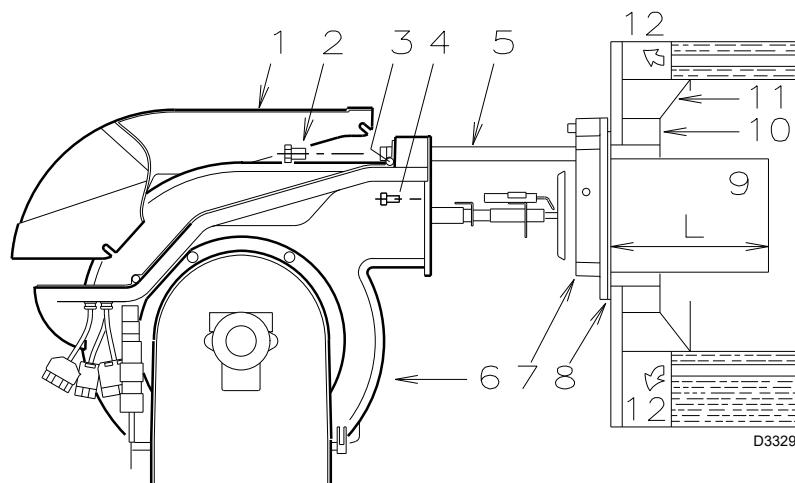

Fig. 7
Para as caldeiras com a frente refrigerada por água, não é necessário o revestimento refratário 10)-11)(Fig. 7), excepto se o fabricante da caldeira assim o indicar.
Fixar a flange 7)(Fig. 7) à placa da caldeira, intercalando a junta 8)(Fig. 7) fornecida. Usar os 4 parafusos fornecidos, depois de haver protegido a rosca com um produto antibloqueio.
- Abrir o queimador sobre as guias como se indica (Fig. 7, pag. 10).